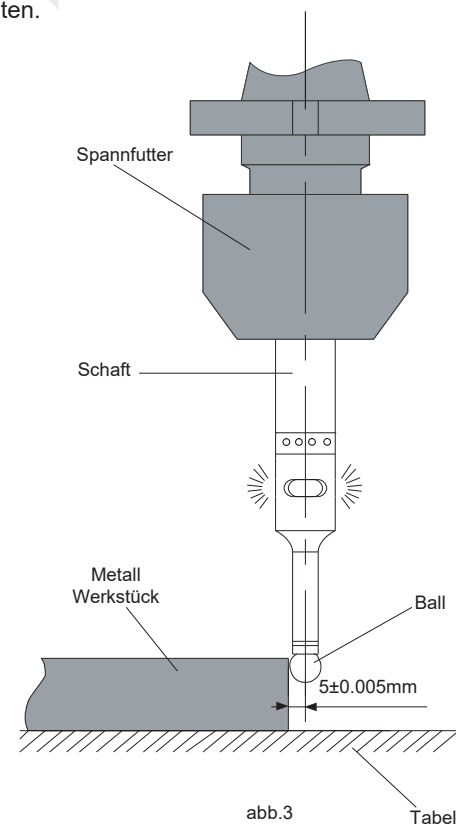

abb.3
2. Der Schaft wird über das Spannfutter und den Tisch elektrisch mit dem Metallwerkstück verbunden, die LED leuchtet auf und der Summer (6566-3) ertönt, wenn die Kugel das Werkstück sanft berührt (Abb. 3). Zu diesem Zeitpunkt beträgt der Abstand zwischen der Achse des Kantensuchers und der Oberfläche des Metallwerkstücks $5 \pm 0,005$ mm.